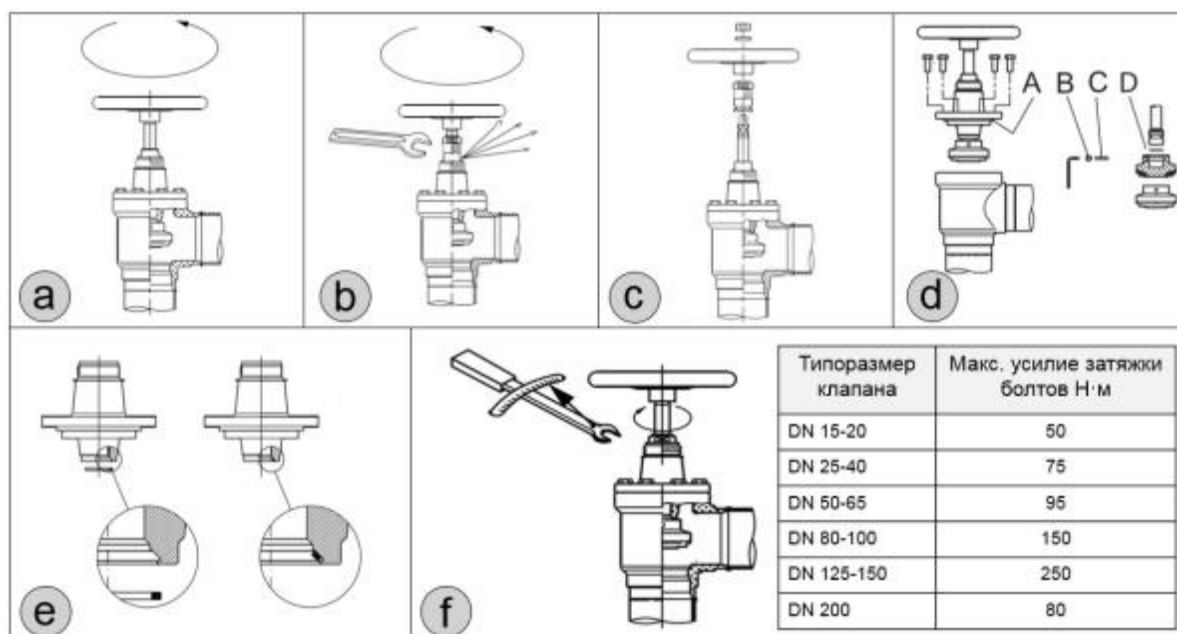

Рис. 5 Техническое обслуживание
- Для начала необходимо вывернуть шток запорного органа до полного открытия клапана (рис. 5а).
- После сброса давления можно снять маховик (если он имеется) и сальник (рис. 5с).
- Затяните сальник при помощи динамометрического ключа до значений, указанных в таблице (рис. 5а).
В клапаны SVA типоразмера 80-200 имеют тефлоновое уплотнение седла обратной посадки. В случае его повреждения его необходимо заменить. Для этого выкрутите шпindel из верхней крышки. Осторожно выньте тефлоновое уплотнение седла обратной посадки и установите новое на наклонной контактной поверхности непосредственно в отверстии крышки клапана. Во время сборки избегайте сгибания и повреждения тефлонового кольца или повреждения контактной поверхности в верхней части клапана (рис. 5е).